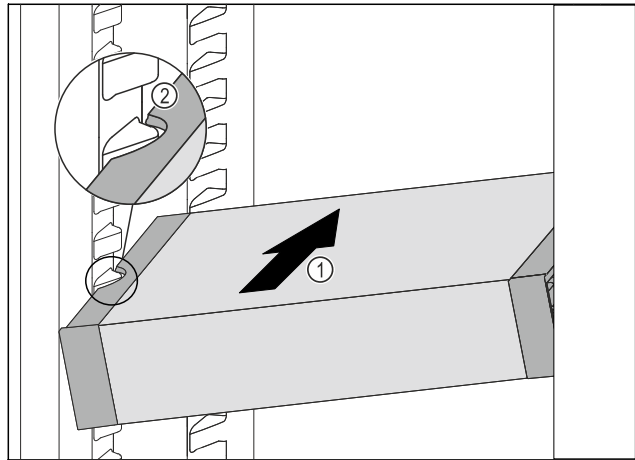

Fig. 191
- ▶ Вдвигайте VarioSafe под наклоном в холодильное отделение Fig. 191 (1), пока боковые выемки Fig. 191 (2) VarioSafe не окажутся на высоте выступа резервуара в холодильном отделении.